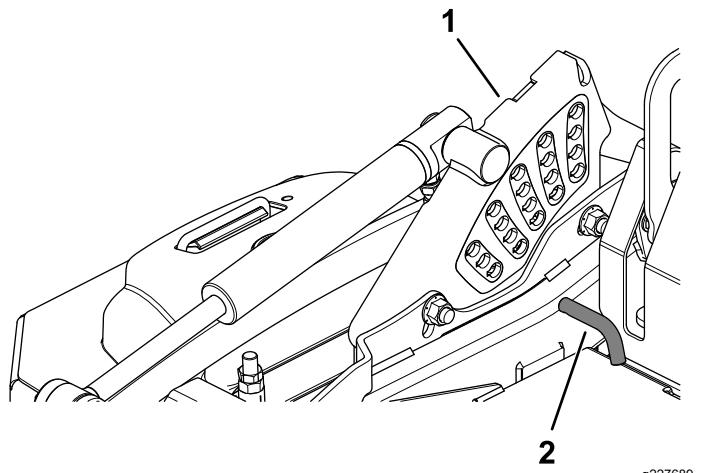

Figure 25
2. Tournez la goupille de hauteur de coupe jusqu'à ce que la goupille cylindrique située à l'intérieur soit en face des fentes dans les trous du support de hauteur de coupe, et retirez-la (Figure 25).
3. Insérez la goupille de hauteur de coupe dans le trou correspondant à la hauteur de coupe souhaitée (Figure 25).
- Les différentes hauteurs de coupe sont indiquées sur l'autocollant situé sur le côté de la plaque de levage du plateau (Figure 25).